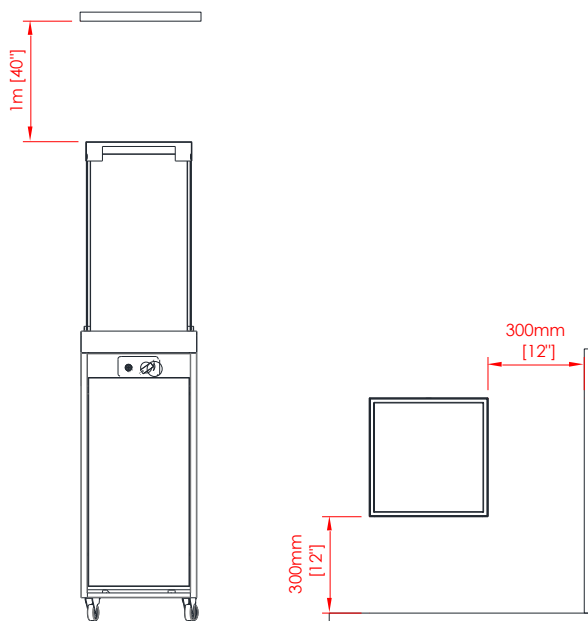

Fig 2 – Distancias mínimas
- Este aparato debe mantenerse alejado de materiales inflamables durante su uso. No coloque ningún material combustible a una distancia de 0,3 m de FARO y 1 m sobre el aparato (Fig. 2)